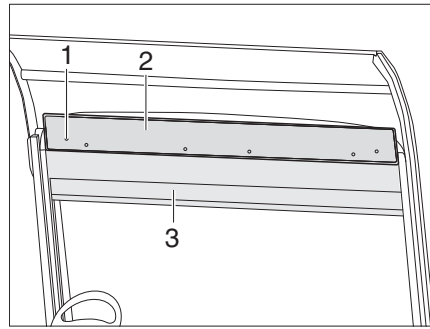
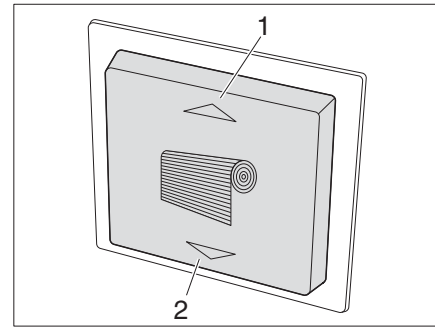

Fig. 76 Persiana eléctrica para la luna delantera
Fig. 77 Interruptor para la persiana
Cerrar: ■ Pulsar la tecla (Fig. 77/2). La persiana (Fig. 76/3) se desplaza hacia abajo.
Abrir: ■ Pulsar la tecla (Fig. 77/1). La persiana (Fig. 76/3) se desplaza hacia arriba.
- Desenroscar 6 tornillos (Fig. 76/1) en la caja de la persiana y retirar el panel (Fig. 76/2).
- Enganchar la manivela en uno de los dos motores y subir o bajar la persiana (Fig. 76/3).